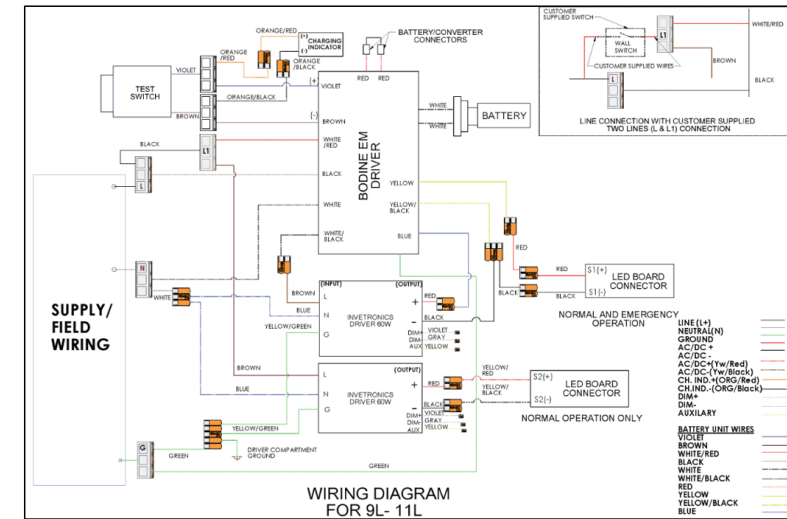

FIGURA 2
4. Realice las conexiones del cableado de entrada y salida en el nuevo componente según el diagrama de cableado en la Figura 1 y la Figura 2. Vuelva a instalar y asegure el dispositivo de iluminación en el soporte superior antes de devolver la energía a la luminaria.